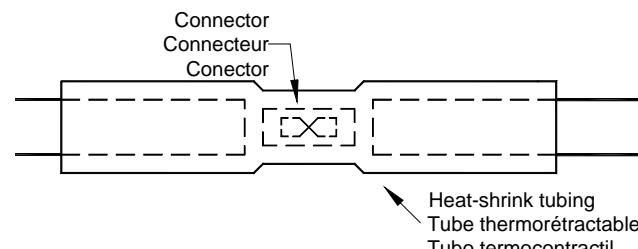

Fig. 3
- 5) Centrer le tube thermorétractable sur la connexion (Fig. 3) et chauffer le tube avec une bonne flamme à souder (la chaleur d'un briquet ou d'une allumette ne sera pas suffisante)
- 5) Centre el tubo termocontráctil sobre la conexión (Fig. 3) y calentar el tubo con un soplete (El calor de un encendedor o de un cerillo es insuficiente)